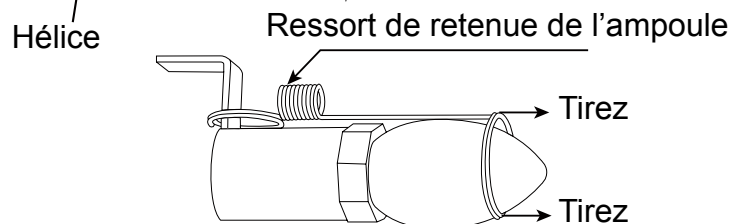

Fig. 6
6. Retirer les ampoules et les remplacer par une ampoules claires à douille E12 de 120 V, 40 W (figure 6).